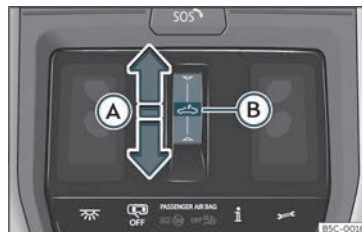

Fig. 87 No revestimento interior do teto: botão do teto de vidro.
»» Fig. 87 (A).
- Antes de decorrerem aprox. 5 segundos da ativação da função antientalamento, deslize o dedo para a frente sobre a área funcional  **Fig. 87**  e mantenha pressionado até o teto se fechar totalmente.